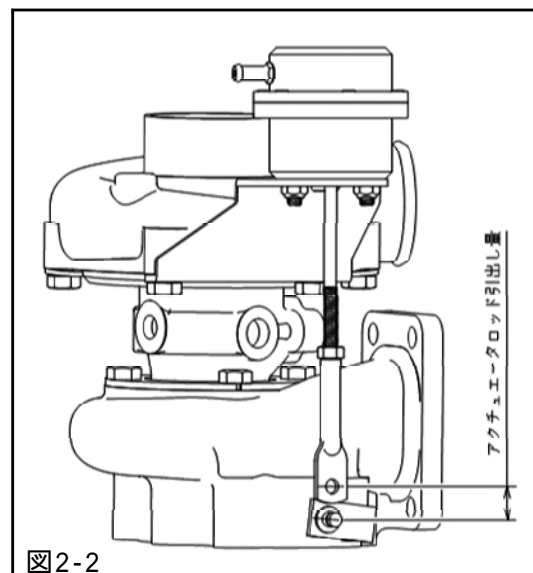

図2-2
- ・設定過給圧の目安(スイングバルブ開き始めの圧力とアクチュエータロッドの引出し量の関係)は、表1を参考にしてください。(表1, 図2-2)